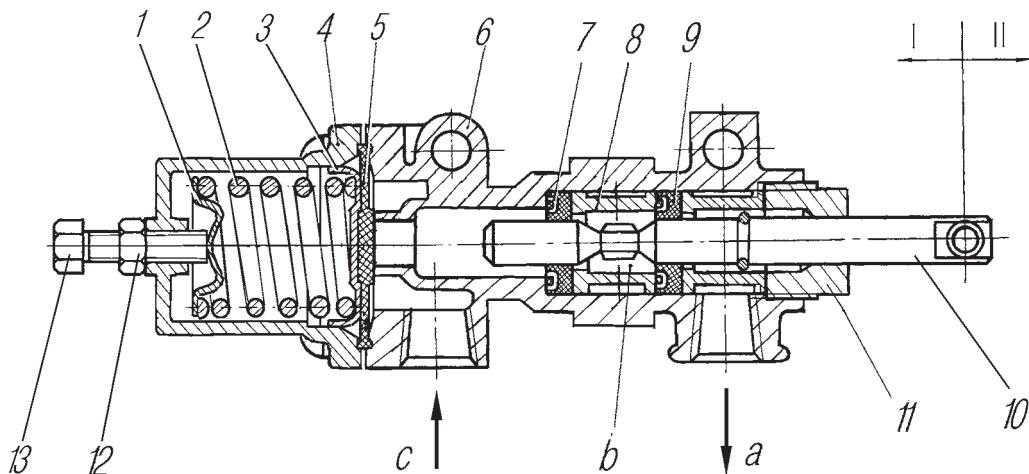

Рис. 117. Кран управления давлением:
**Кран управления давлением** золотникового типа, состоит из корпуса 6 (рис. 117), в котором установлены манжеты 9 и золотник 10.